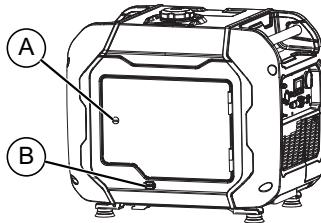

Figure 4-3. Trappe d'accès et Capuchons de vidange d'huile
2. Voir **Figure 4-3**. À l'aide d'un tournevis à tête plate, tournez le verrou d'un quart de tour dans le sens des aiguilles d'une montre pour ouvrir la trappe d'entretien (A).
5. Voir **Figure 4-3**. Retirez le capot d'accès au boulon de vidange d'huile en caoutchouc (B).